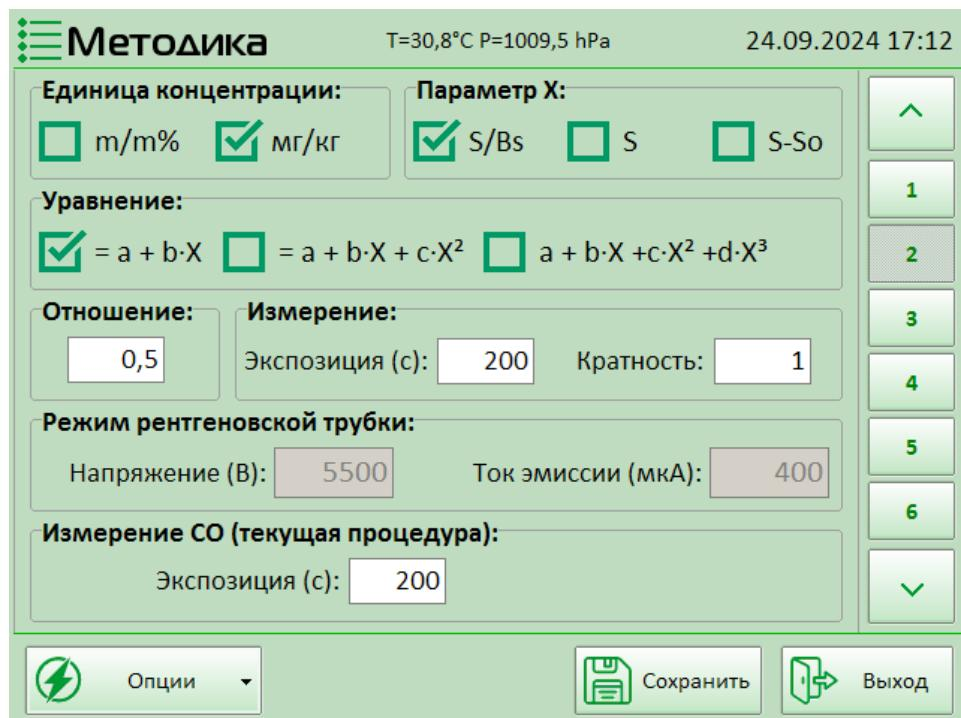

Рисунок 28
13.7.6 Нажмите на кнопку  $\nabla$ . Появится окно настройки параметров создаваемой градуировки (Рисунок 28). В этом окне задайте: